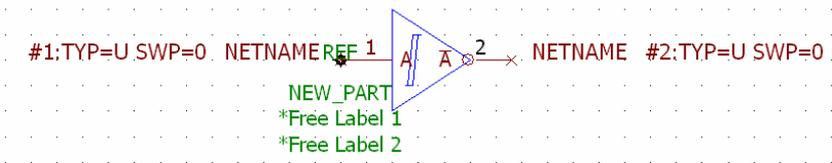

图 5-27 设置了管脚名后的元件
(2) 单击“确定”按钮后, 移动光标到需要设置管脚名的管脚上, 单击鼠标左键, 就可以设置该管脚名。然后可以重新执行该命令, 输入新的管脚名, 继续设置其他管脚名。设置了管脚名的 74LS14 元件如图 5-27 所示, 分别设置了 A 和 \bar{A} 管脚名。